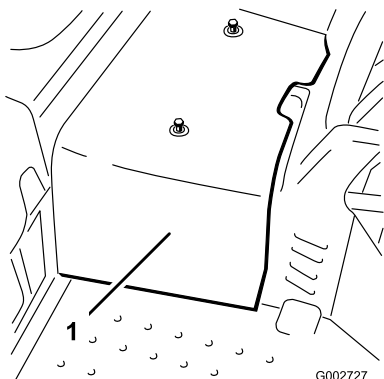

图 45
2. 拧掉将中央护罩固定到机器的 2 个螺丝然后取下护罩 图 45。